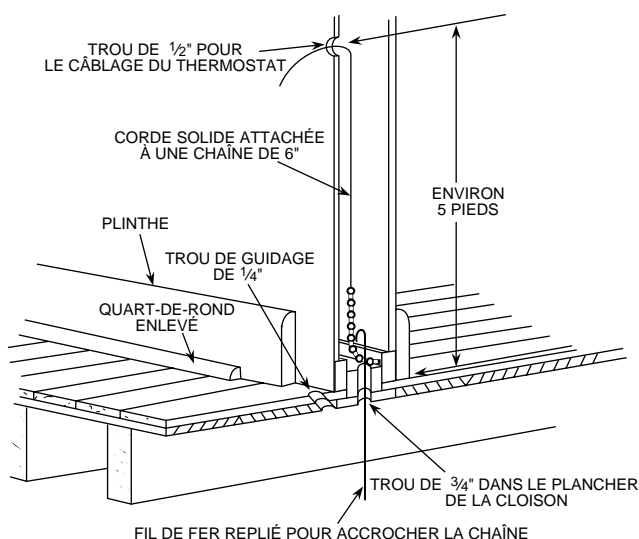

Figure 1. Acheminement du câblage au site
1. Assurez-vous qu'il n'y a pas d'obstacles dans le mur, puis percez-y un trou de 1/2" à l'endroit choisi. Enlevez ensuite le quart de rond et percez dans le plancher un petit trou de guidage (voir la figure 1). Au sous-sol, percez dans le plancher de la cloison, près du trou de guidage, un trou de 3/4". Dans les bâtiments sans sous-sol, percez un trou de 1/2"
dans le plafond entre les parois de la cloison (voir la figure 1).